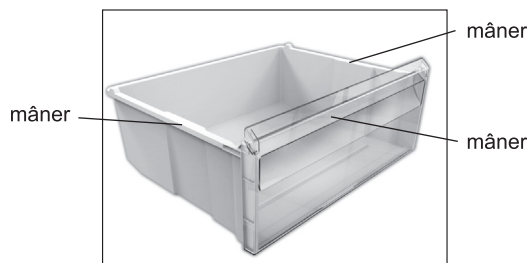

Figura 7
**3.2.1** Coșurile CC au un mâner pe panoul frontal pentru comoditate la încărcarea și descărcarea produselor, precum și mânere pe suprafețele laterale (cu excepția coșului inferior) pentru mutarea în afara frigiderului în conformitate cu figura 7.